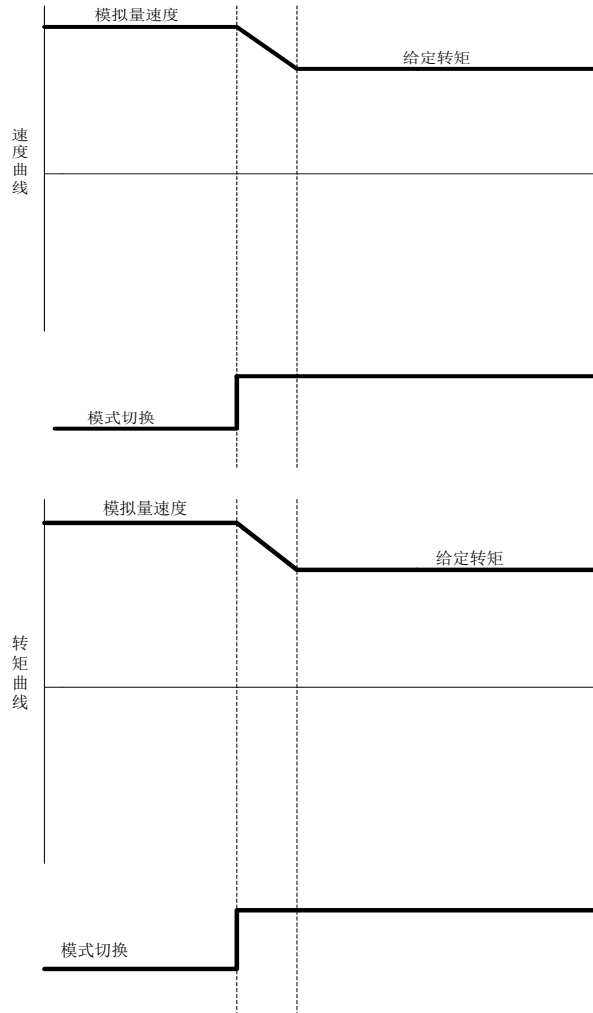

图 6.5.10 速度模式及转矩模式切换时序图
(2) 外部模拟量速度与内部寄存器转矩切换模式、外部模拟量速度与外部模拟量转矩切换模式如图 6.5.10 所示, 伺服使能后, 当模式切换信号有效时, 伺服以转矩模式运行; 当模式切换信号无效时, 伺服以速度模式运行。